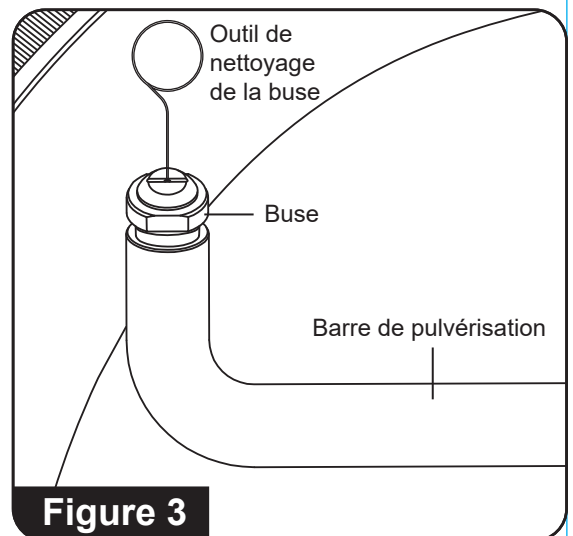

Figure 3
4. À l'aide de l'outil de nettoyage de buse, dégagez tout corps étranger qui bouche ou qui obstrue la buse. (Consultez la figure 3)